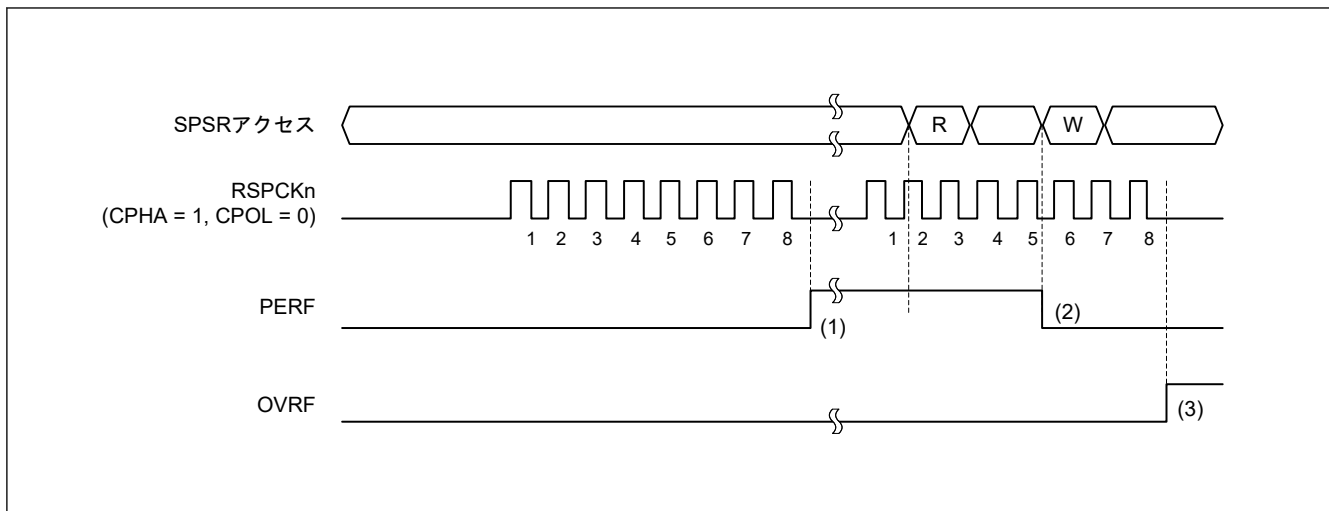

図 27.31 OVRF フラグおよび PERF フラグの動作例
図 27.31 に OVRF フラグと PERF フラグの動作例を示します。図 27.31 に記載の SPSR アクセスは、SPSR レジスタへのアクセス条件を示します。W は書き込みサイクル、R は読み出しサイクルを示します。この例では、SPCR2.SPPE ビットが 1 の状態で全二重シリアル通信を行います。SPCMD0.CPHA ビットが 1、かつ SPCMD0.CPOL ビットが 0 の設定で、SPI は 8 ビットのシリアル転送を実行します。RSPCKn 波形の下に記載した数字は RSPCK サイクル数 (= 転送ビット数) を示しています。
以下に、図 27.31 の (1) ~ (3) に示したタイミングでのフラグの動作内容を説明します。